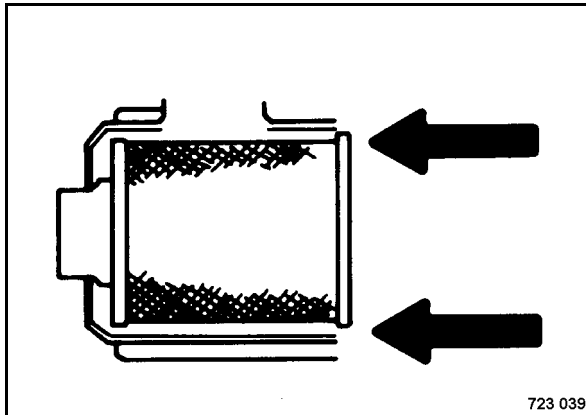

Fig. 196
- Inserire l'elemento filtrante principale (Fig. 196).